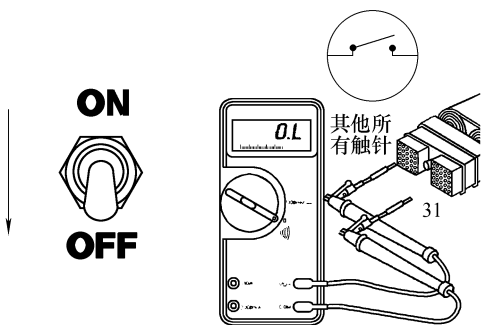

图 5-173 测量触针 31 该插头中除触针 22 以外的其他所有触针间的电阻
② 测量 ECM 插头触针 31 与该插头中除触针 22 以外的其他所有触针间的电阻(图 5-173), 应